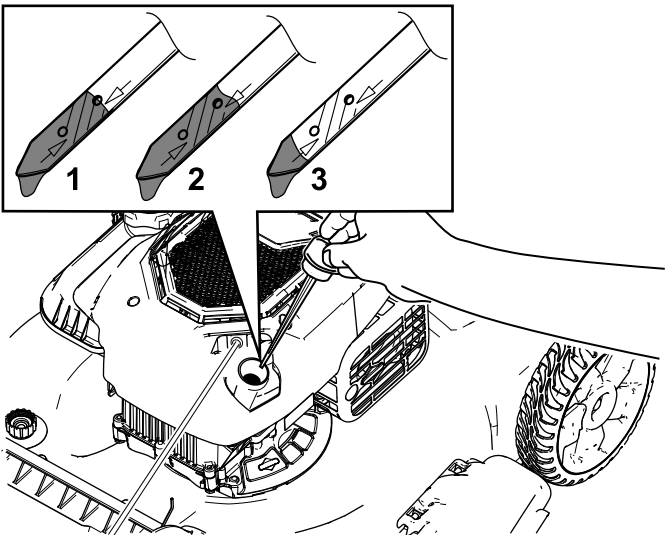

Figura 22
- Retire a vareta rodando-a no sentido contrário ao dos ponteiros do relógio e puxando-a para fora (Figura 22).
10. Leia o nível de óleo na vareta (Figura 22).